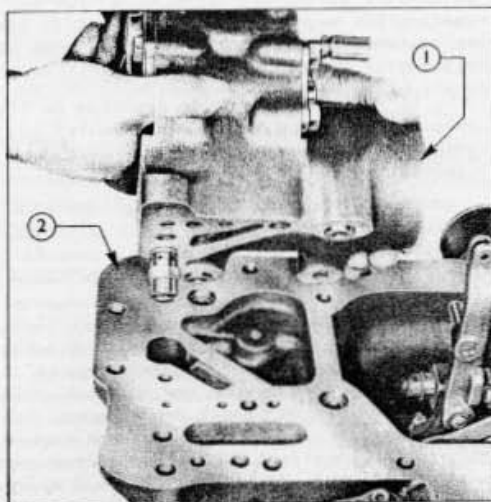

Fig. 19
4. Extraire les 4 vis fixant le cylindre de relevage sur le couvercle de relevage (l'une d'elles est noyée dans le couvercle) et séparer le cylindre du couvercle (fig.19). Extraire le cylindre perpendiculairement au couvercle pour ne pas endommager le clapet de sûreté.